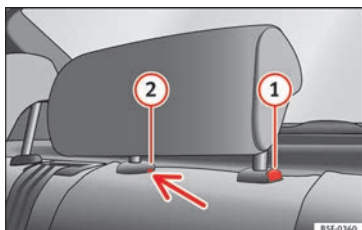

Fig. 106 Encosto de cabeça traseiro central: ponto de desbloqueio.
- Para ajustar o encosto de cabeça para baixo, pressione o botão  » » » **Fig. 106** e empurre-o para baixo.
- Pressione o botão  » » » **Fig. 106** e, ao mesmo tempo, retire o encosto de cabeça » » » .
- Introduza uma chave de fendas na posição  » » » **Fig. 106** do orifício e, ao mesmo tempo, retire o encosto de cabeça do banco » » » .